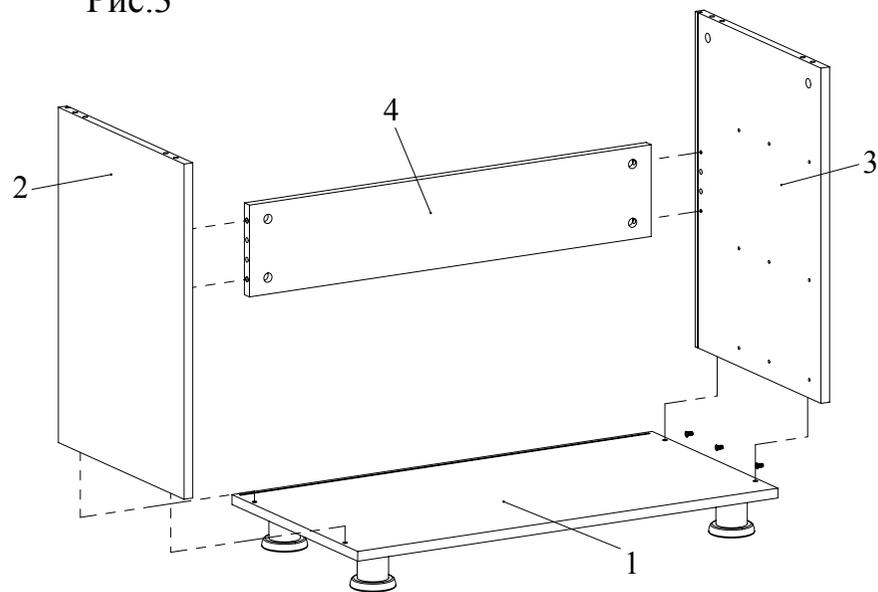

Рис.5
6. При помощи конфирматов 7x50 скрепить боковину 2 и дно 1 (Рис. 5).
7. Установить царгу 4 на боковину 2 и зафиксировать, повернув конфирматным ключом головки минификсов по часовой стрелке до упора (Рис. 5).
8. Установить боковину 3 на царгу 4 и зафиксировать, повернув конфирматным ключом головки минификсов по часовой стрелке до упора. При помощи конфирматов 7x50 скрепить боковину 3 и дно 1 (Рис. 5).